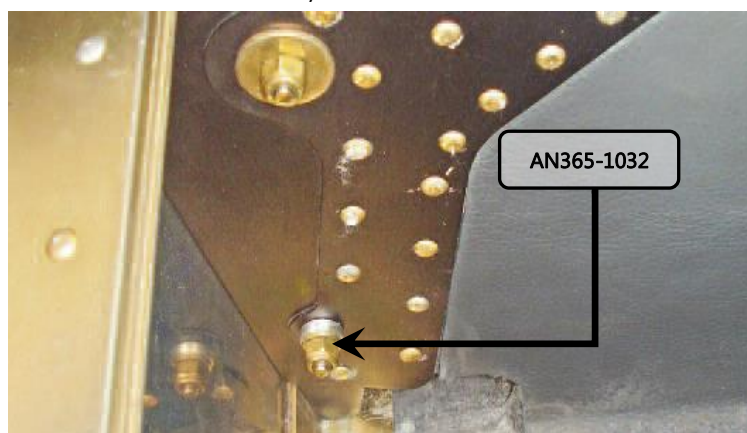

Figura 32.40.65 – Instalação na barbatana.
11. Instalar a porca AN365-1032 conforme a figura 32.40.65 e aplicar o torque recomendado pela tabela 1, utilizar torquimetro e o cachimbo de 3/8".